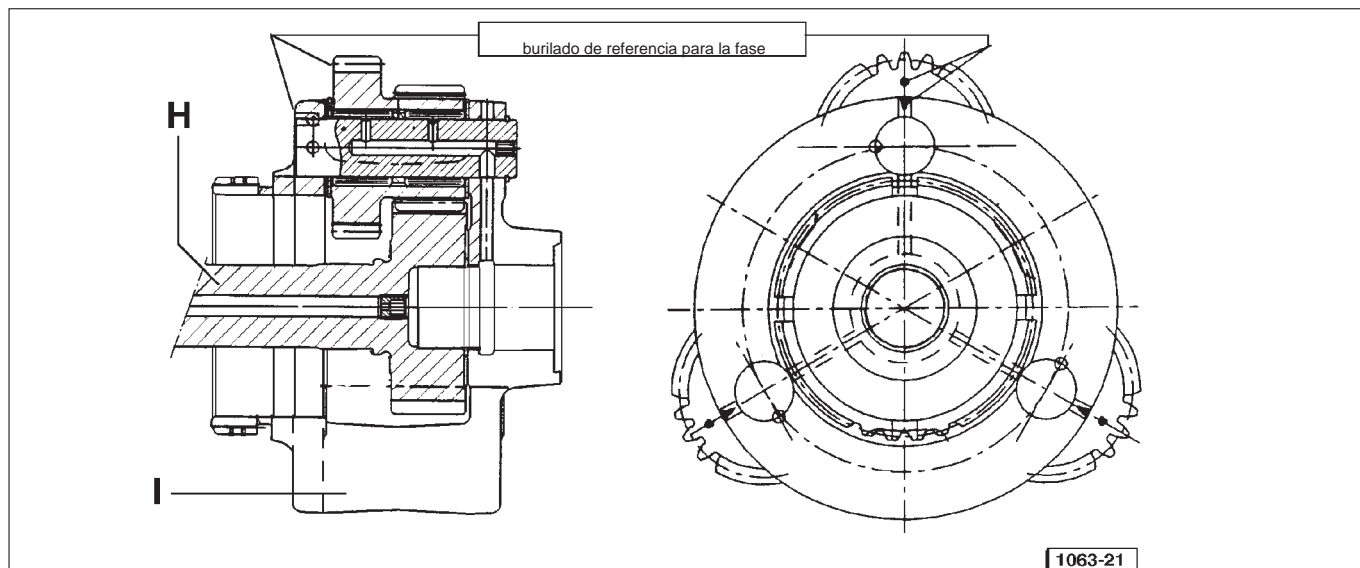

Fig. 8 - Sincronización del reductor epicicloidal del grupo Powershift.
- Preensamblar en el banco el eje LOW - **H** cód. 007.6139.3/40 con la brida portasatélites **I** cód. 008.5677.0, (Fig. 8).
- Al montar el eje los satélites deben estar situados de modo talque las marcas que se encuentran en los mismos estén en correspondencia con las respectivas referencias presentes en la brida portasatélites (Fig. 8);